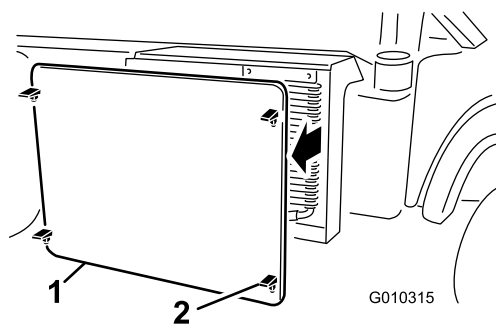

Figura 58
2. Abra los enganches y retire la rejilla del radiador de la parte delantera del radiador (Figura 58).